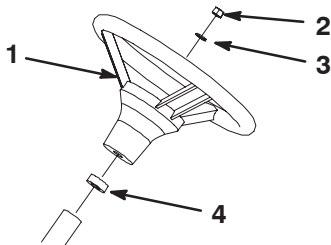

Bild 4
3. Befestigen Sie das Lenkrad mit der Mutter an der Welle (Bild 4).